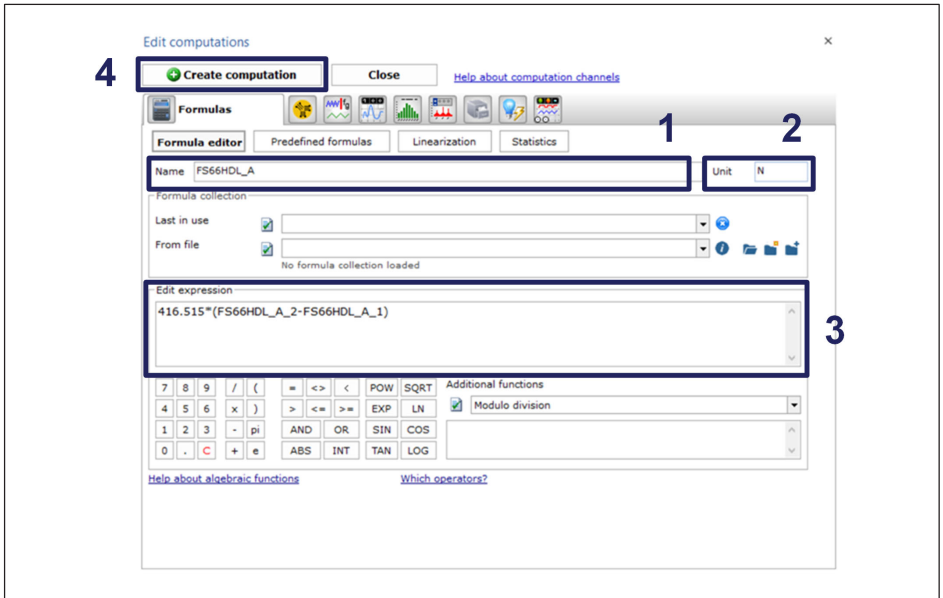

Abb. 5.7 Erstellen eines Berechnungskanals zum Konfigurieren des Sensors
- Den Berechnungskanal mit den Kennwerten für jeden der Sensoren konfigurieren. Ein Beispiel einer Konfiguration für FS66HDL ist in Abb. 5.7 dargestellt.
- Auf die Schaltfläche „Berechnung anlegen“ klicken (Ziffer 4 in Abb. 5.7).